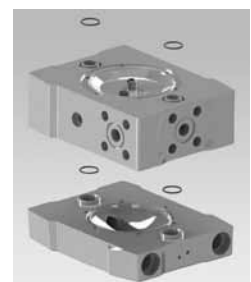

Abbildung 16
Drücken Sie die O-Ringe (22) in die Seitengehäuse (02-03) (siehe Abbildung 16).